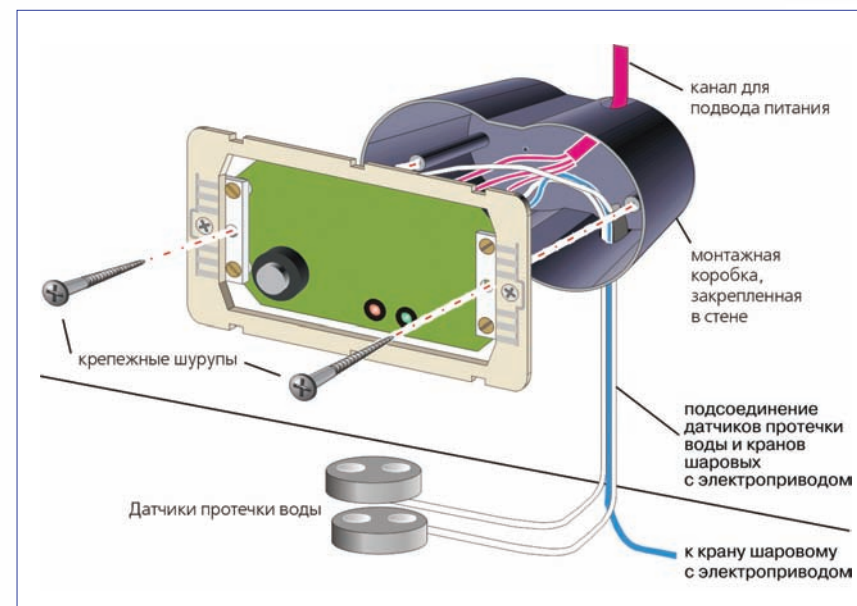

Рис. 9 Установка контроллера СКПВ220В-стандарт в монтажную коробку
- установите и закрепите монтажную коробку в стене (см. рис. 9)